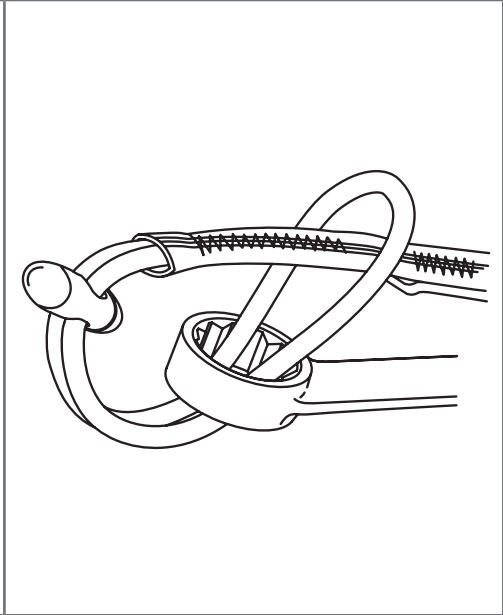

Fig. 2
2. Guider l'extrémité opposée de la longe incluant l'anneau en D ou la boucle de dégagement latérale à travers la boucle. (Figure 2)